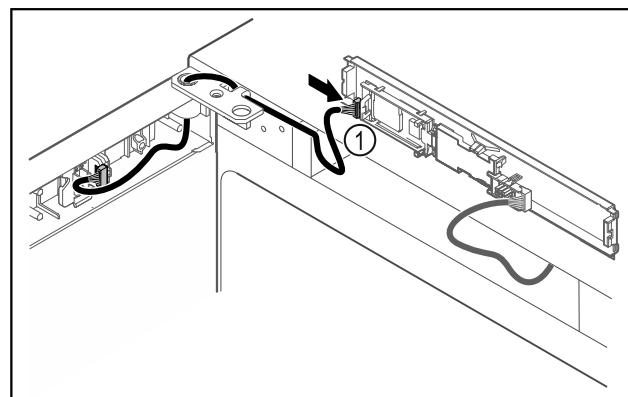

Fig. 44
- Zapojte zástrčku Fig. 44 (1) na doske plošných spojov.